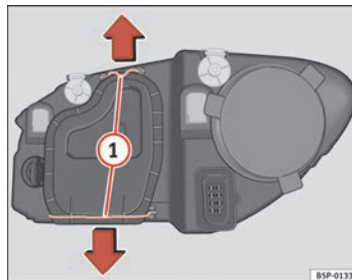

Abb. 186 Abblendlicht
- Die Streben ⇒ Seite 277, Abb. 186 ① in Pfeilrichtung verschieben und den Deckel abnehmen.